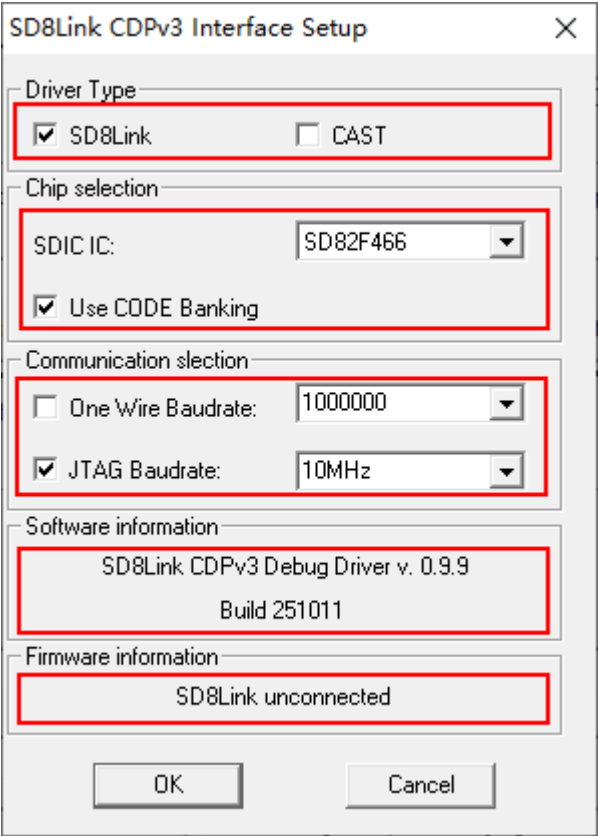
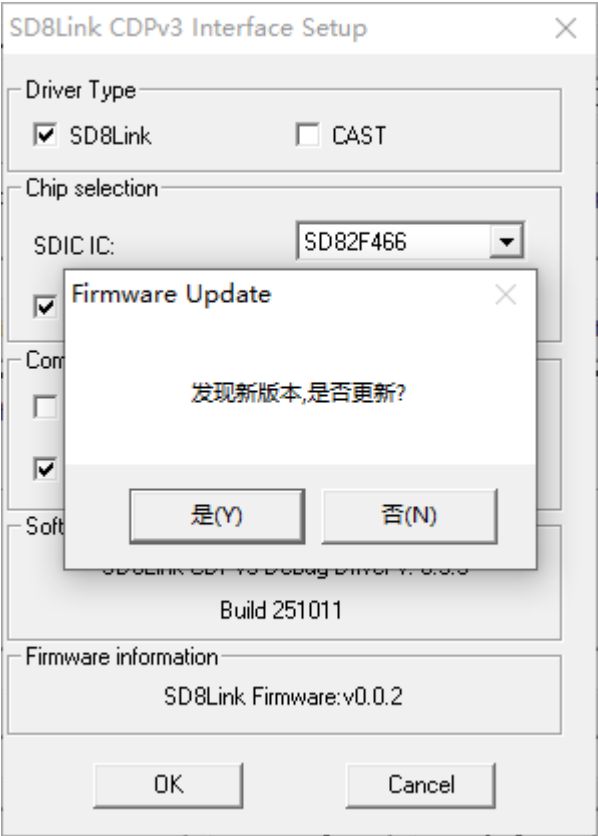
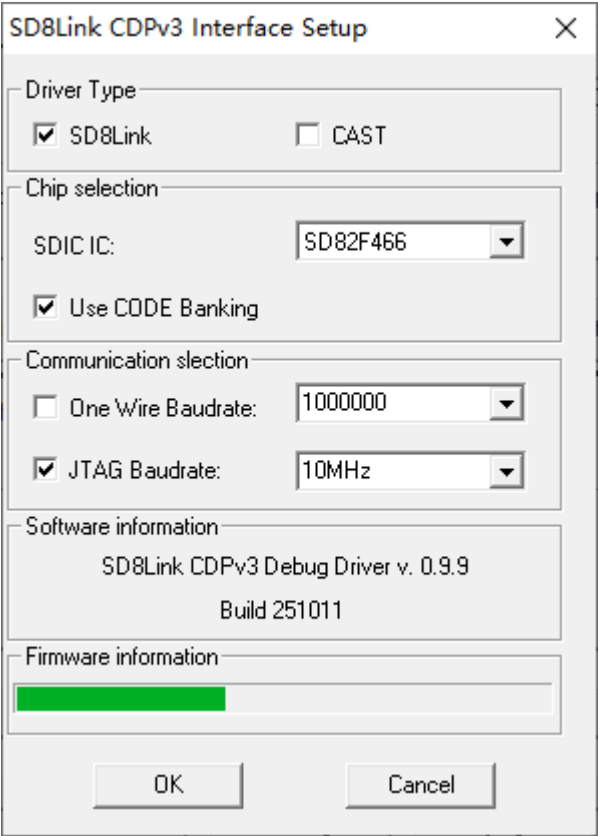
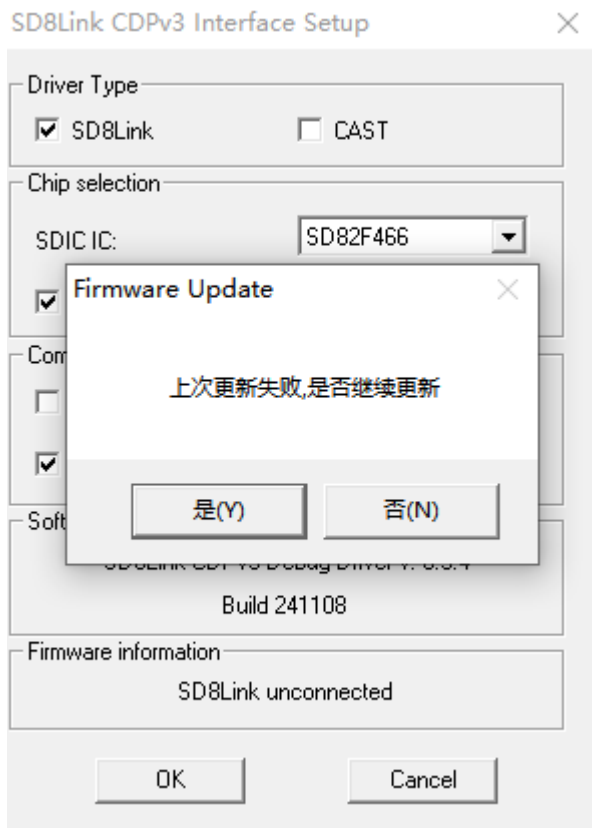

图 2.4.1 驱动设置
图 2.4.2 提示更新
图 2.4.3 更新进度条
图 2.4.4 更新失败，再次更新
(2) 驱动 Settings, 驱动设置: **Target→Debug→Settings**, 再按照如下图 2.4.1 设置界面设置, 注意:
- ①. Driver Type: 使用硬件版本“SD8Link v0.3”及以上时请勾选 SD8link, 使用硬件版本“SD8Link v0.2”及以下时请勾选 CAST;
- ②. SDIC IC: 默认 SD82F466, 根据使用的芯片自行修改, 选择 SD82F466 时可以选择勾选 Use CODE Banking, 程序有 Code Bankink 分区请勾选, 选择其他芯片将无法使用;
- ③. SD81F233、SD82F354、SD82F352、SD82F466 芯片 Onewire Baudrate:默认 1843200bps, JTAG Baudrate:10MHz, SD82F153、SD82F253 默认 115200bps, JTAG Baudrate:2MHz;
- ④. 软件信息显示驱动的版本号和构建时间。
- ⑥. 固件信息没连接时提示“SD8Link unconnected”或者“CAST unconnected”, 连接上后提示固件版本。
- ⑦. 连接硬件后固件的版本不是最新时, 在设置界面会提示是否需要更新, 如图 2.4.2 所示; 点击“是”会开始进行更新(点击“否”则不在提示是否更新, 如果需要更新关闭设置窗口再次打开会再次提示是否更新), 开启“Firmware Update”的进度条, 如图 2.4.3 所示, 更新成功后提示“成功”; 如果在更新过程中断开调试器硬件会提示“更新失败”, 重新插上后会提示“上次更新失败, 是否继续更新”, 如图 2.4.4 所示, 再次更新和发现新版本更新效果一样。